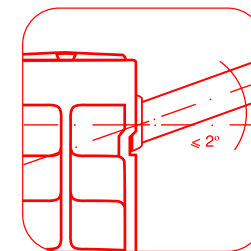

рис. 4
**Во избеж ние в рии допустимо отклонение оси коллектор р ди тор от подводящих труб не более  $2^\circ$  (рис. 4).**